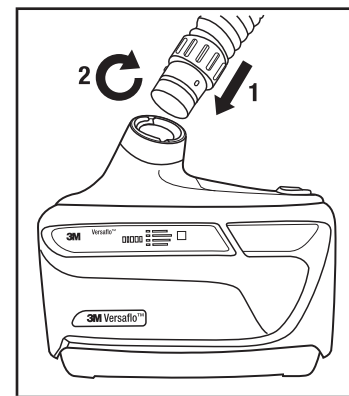

Fig. 13 – Instalando a traqueia
- Insira a extremidade da traqueia com o encaixe da baioneta (dois pinos pequenos) nas fendas paralelas na saída de ar do motor/ventilador (Fig. 13).